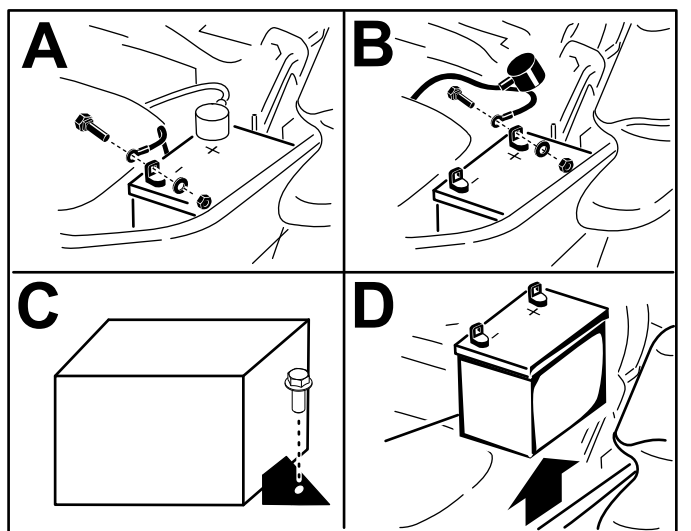

Рисунок 75
5. Снимите аккумулятор, как показано на Рисунок 75.